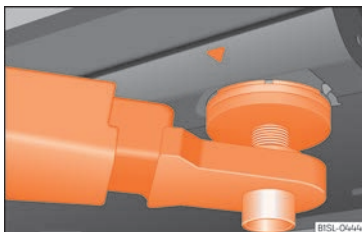
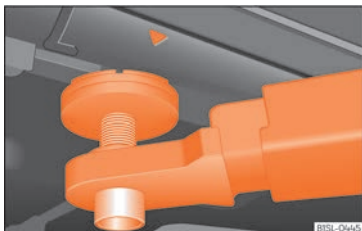

Fig. 283 Puntos de apoyo delanteros para elevar el vehículo con la plataforma elevadora o con el gato.
Fig. 284 Puntos de apoyo traseros para elevar el vehículo con la plataforma elevadora o con el gato.
Para levantar el vehículo deberá servirse únicamente de los puntos indicados en las figuras » fig. 283 y » fig. 284. Si no se eleva el
- Elevar el vehículo sirviéndose únicamente de los puntos indicados en las figuras » fig. 283 y » fig. 284. Si no se eleva el vehículo por los puntos indicados, podría caerse de la plataforma elevadora al des-